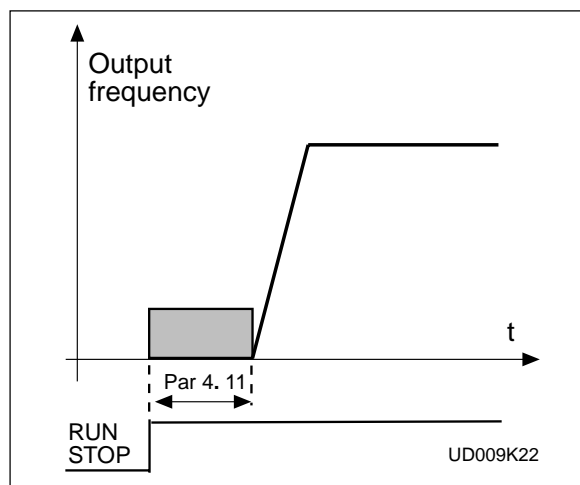

Fig: 6.5-15 DC-remtijd bij start
- >0** DC-rem is actief als het start commando is gegeven en de parameter geeft de tijd weer voor het DC-remmen. Na het DC-remmen neemt de uitgangsfrequentie toe volgens de instelling van parameter 4. 6 en acceleratie parameters (1.3, 4.1 of 4.2, 4.3), zie fig: 6.5-15.